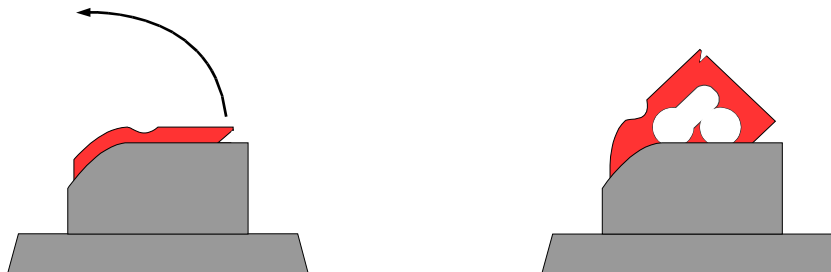

рисунок 3
- Блокировать сетевой выключатель ШУ от включения, при помощи механизма на рукоятке выключателя (см. рисунок 3) и замка.